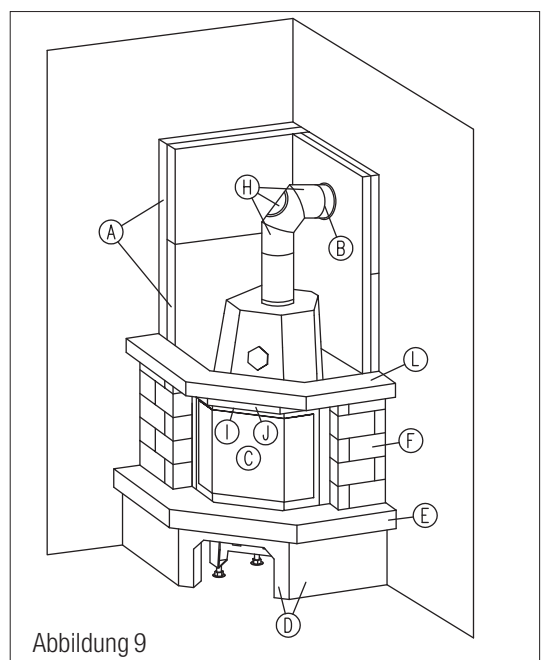

Abbildung 9
- 12.1 Verkleben Sie den Obersims mit dem Sturz und den Seitenteilen. Dazu spritzen Sie eine dünne Wulst Spezialsilikon auf die Oberseiten von Sturz und Seitenteilen. Achten Sie bei dem Auflegen des Obersimses auf einen allseitigen gleichmäßigen Überstand. (Abb. 9)